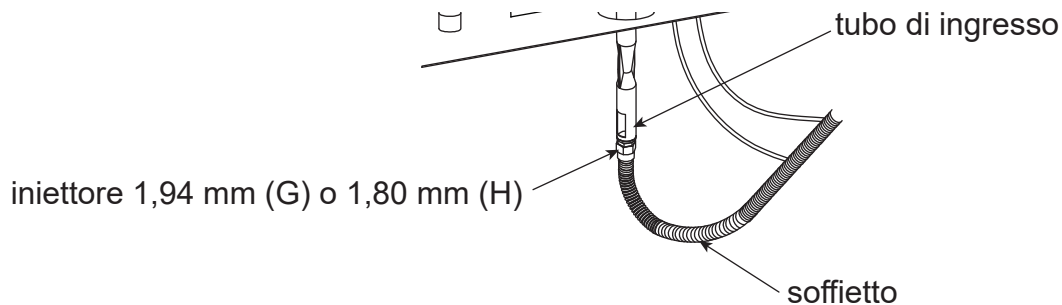

Figura 4
(2). Sostituire l'iniettore da 2,05 mm con l'iniettore da 1,94 mm (G) o 1,80 mm (H), avvitare saldamente l'iniettore (G) o (H) al soffietto (vedere Figura 4).